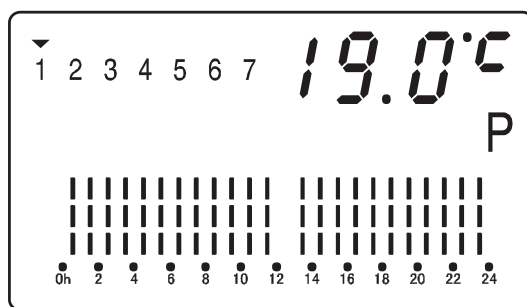

Fig. 13
2. Appuyez brièvement sur la touche **Mode** jusqu'à ce que l'écran affiche le mode **Programmation hebdomadaire personnalisée** (Voir Fig.13)